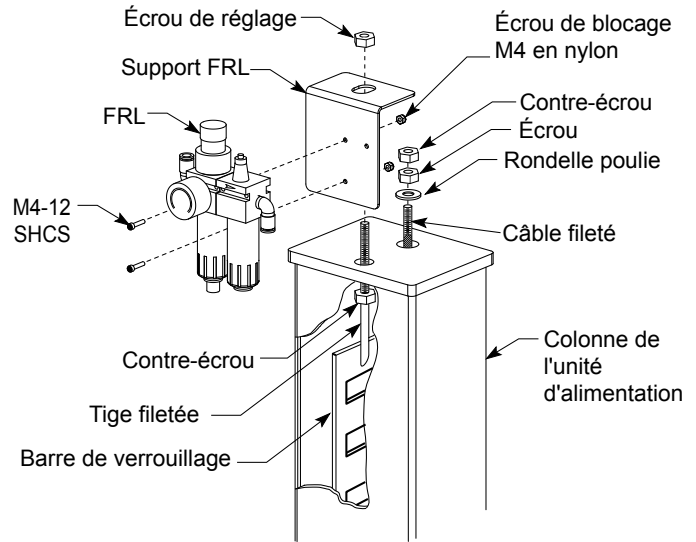

Fig. 6
- D. Poser le support FRL sur le dessus de la colonne de l'unité d'alimentation. Guider la tige filetée dans le trou de la plaque supérieure de la colonne et du support, Fig. 6. Ensuite, visser l'écrou de réglage vers le bas sur la tige filetée jusqu'à ce que l'écrou et la plaque supérieure sont au même niveau, Fig. 6. Répéter pour les autres colonnes.